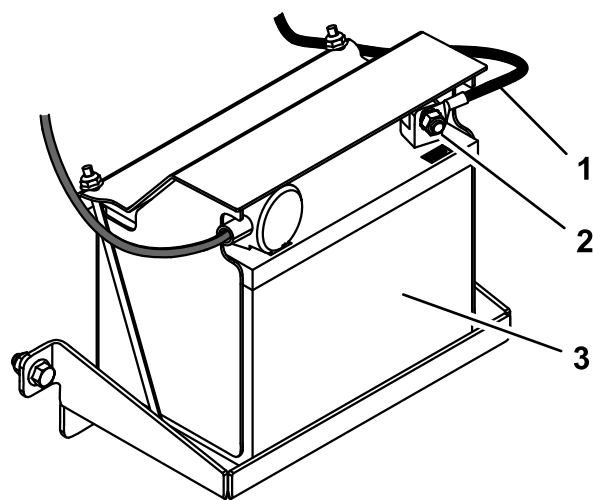

Figure 6
- Connectez le câble négatif de la batterie à la borne négative (-) de la batterie au moyen du boulon et de l'écrou fixés au câble (Figure 6).